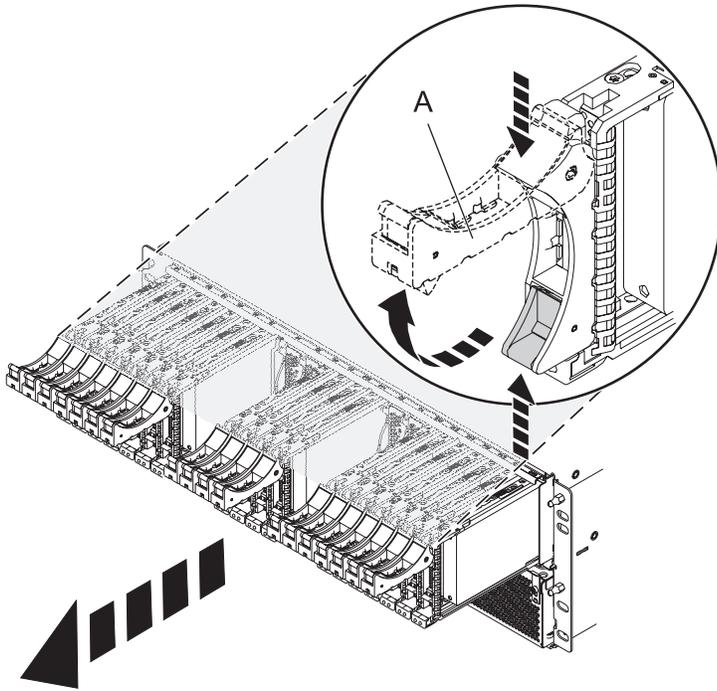

Figura 1. Extracción de las unidades de disco de la placa posterior de la unidad de disco
8. Extraiga las unidades de disco y los paneles de relleno de la placa posterior de la unidad de disco de la unidad de expansión 5802 tal como se muestra en la Figura 1 en la página 4.